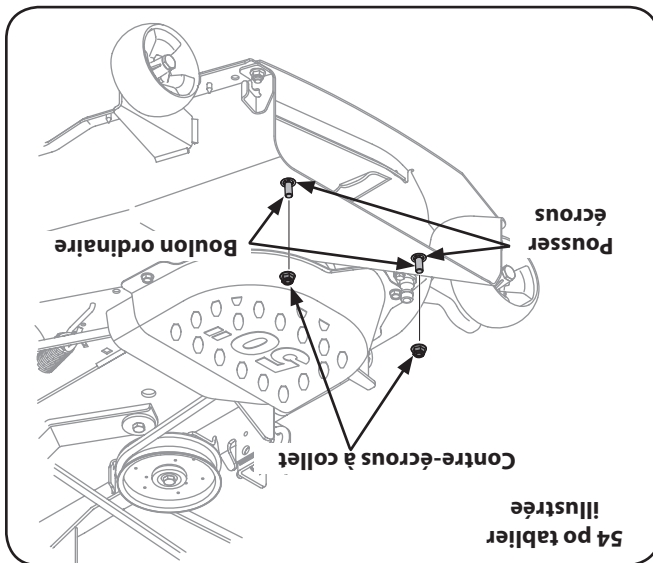

Figure 3-7
2. Retirez les contre-écrous à collet du plateau de coupe. Ne retirez pas les pousser écrous ni les boulons ordinaires. Ils faciliteront l'installation de la goulotte. Voir la Figure 3-7.